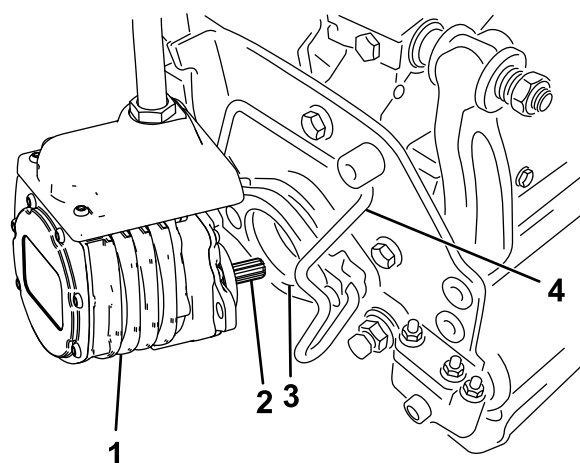

Figure 64
6. Enduisez de graisse propre l'arbre cannelé du moteur de l'unité de coupe (Figure 64).
7. Insérez le moteur dans le côté gauche de l'unité de coupe (vu de la position de l'utilisateur) et tirez la barre de retenue du moteur située sur l'unité de coupe vers le moteur jusqu'à ce que vous entendiez un déclic des deux côtés du moteur (Figure 64).